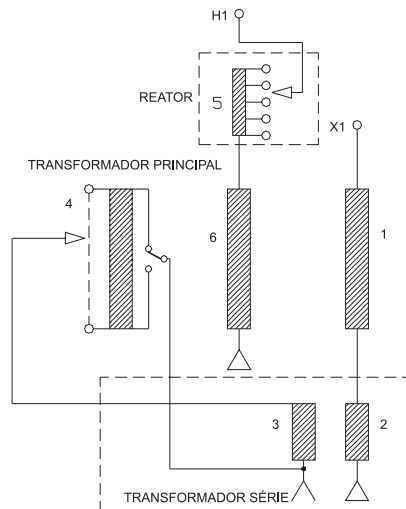

Figura 2: Diagrama de ligação do reator em série com o transformador.
A utilização de um reator (5), ligado diretamente à linha de AT (ver figura 2), tem como vantagem a baixa corrente, mas permite que ocorram grandes oscilações na tensão de impulso, principalmente sobre a entrada do enrolamento principal (6). É uma solução para transformadores com a alta tensão inferior a 36,2 kV.
- (1) Enrolamento BT
- (2) Enrolamento ligado em série ao (1), o qual está colocado no transformador série
- (3) Alta tensão do transformador série
- (4) Excitatriz para o transformador série
- (5) Reator
(6) Alta tensão do transformador principal